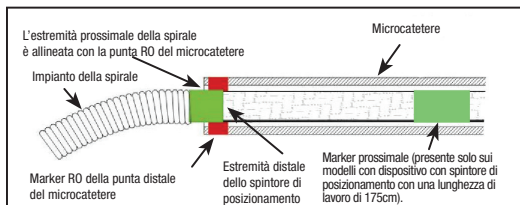

Figura 4 – Posizione delle bande dei marker per il distacco
29. Fare avanzare la spirale nel sito desiderato fino a quando il marker radiopaco sullo spintore di posizionamento sia allineato o leggermente distale dal marker RO della punta distale del microcatetere, posizionando la zona di distacco appena al di fuori della punta del microcatetere. Vedere Figura 4.